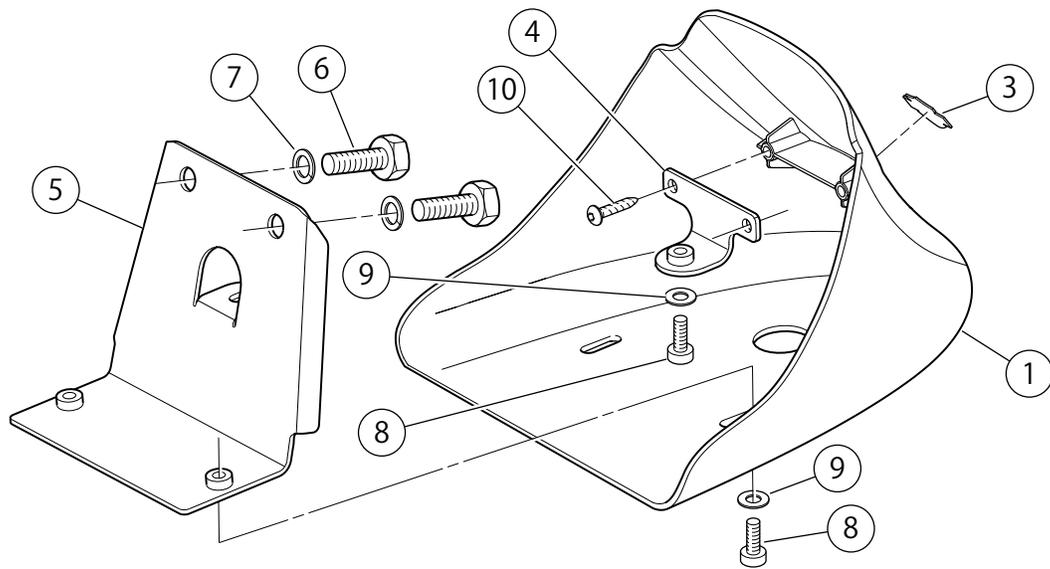

図1。交換用パーツ: フロントスポイラーキット
これらのキットは、2004年式以降のSportster®全モデルに適合します。これらのフロントスポイラーには、エンジンガードには適合しません。キット内容については「図1」を参照してください。
2. 「図1」を参照。アッパーフロントスポイラーブラケット(4)をスポイラーの前面内側のボス(1)に、キットの2本のHi-Loスクリュー(10)を使って取り付けます。締め付ける。